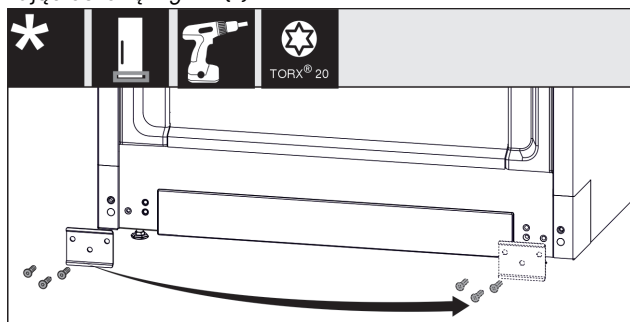

Fig. 15
- ▶ Odkręcić blaszkę Fig. 15 (1), przetożyć na drugą stronę i ponownie przykręcić.